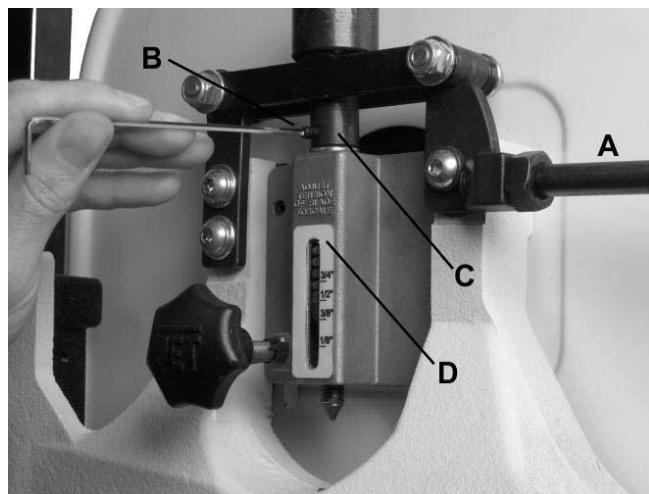

Рисунок 8.
3. Поверните ручку натяжения полотна (Рис. 6) по часовой стрелке, чтобы увеличить натяжение. Индикатор ширины полотна (D, Рис. 8) отображает примерное натяжение в соответствие с шириной пильной ленты. Поначалу устанавливайте натяжение полотна из условий ширины полотна.*
7. При помощи торцевого шестигранного ключа 2,5 мм ослабьте установочный винт (B, Рис. 8) в нижней втулке (C, Рис. 8).
8. Используя плоскогубцы поверните втулку (C, Рис. 8) только на 1-2 оборота.
9. Затяните установочный винт (B, Рис. 8) и проверьте правильность натяжения. При необходимости повторите операцию.